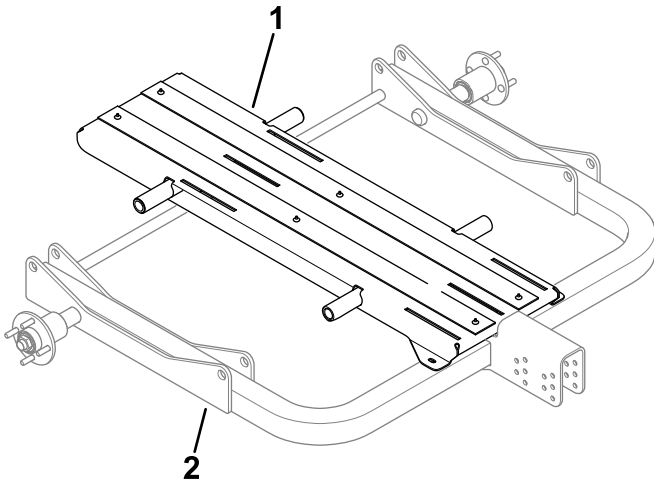

Bild 18
1. Positionieren Sie die Mittelstütze am Hauptrahmen wie in Bild 18 dargestellt.